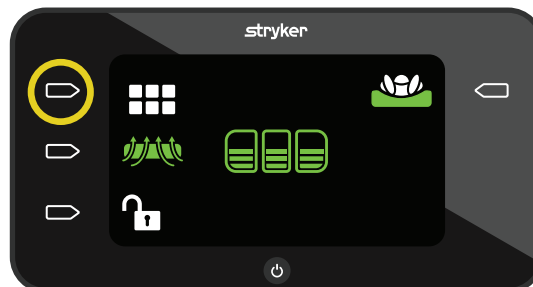

Figura 22 – Schermata Home
1. Nella schermata principale, premere il pulsante **Azione** accanto all'icona **Modalità** (Figura 22).